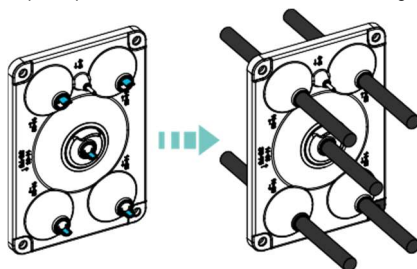

Figura 4-7a Pasar el cable exterior de un solo núcleo
- Para cables de un solo núcleo para exteriores, consulte la Figura 4-7a. Nota: Cuando utilice el anillo de sellado central para el paso, pase el cable de tierra a través de él en lugar de los cables L1, L2 o L3.